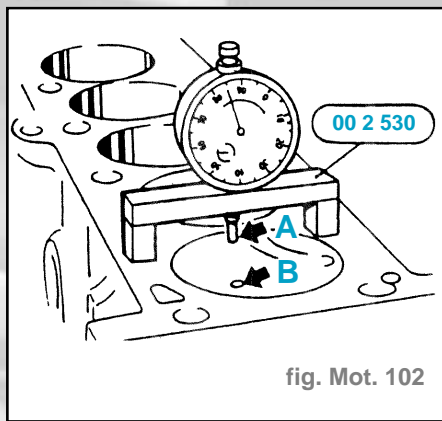

fig. Mot. 102
- Mesure du dépassement des pistons : placer le comparateur et son support **00 2 530** sur le plan de joint de culasse nettoyé et le mettre à zéro (fig. Mot. 102).